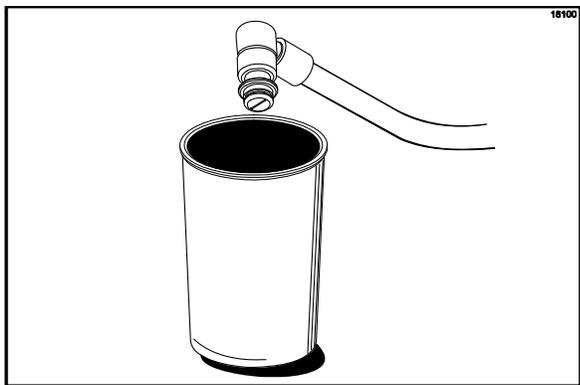

图 32
20. 必须对每一种糖浆口味放气抽料以排出糖浆管内的空气。如要对每个糖浆管放气抽料，将糖浆管保持在一个空杯的上方向上的位置。（见图 32。）